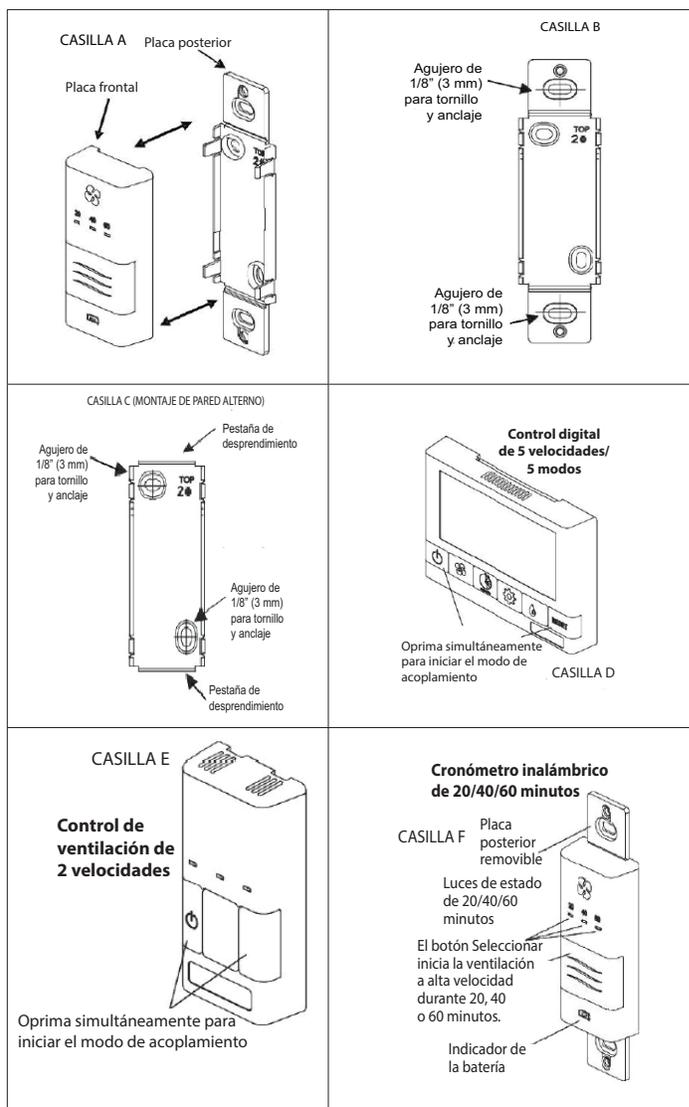

Figura 35. Instalación del cronómetro inalámbrico
2. Acoplamiento del **cronómetro inalámbrico de 20/40/60 minutos con el control digital de 5 velocidades / 5 modos:** Oprima los botones izquierdo y derecho simultáneamente en el control de pared principal (los botones  y REINICIALIZAR). La pantalla quedará en blanco y el símbolo inalámbrico  aparece parpadeante en la esquina inferior derecha de la pantalla. Esto indica que el control principal ahora está en modo de acoplamiento (Figura 35, Casilla D).
3. Acoplamiento del **cronómetro inalámbrico de 20/40/60 minutos con el control del deshumidificador/ventilación de montaje de pared:** Oprima los botones izquierdo y derecho simultáneamente en el control de pared principal  y ya sea el botón  o , dependiendo del control principal. La hilera inferior de tres LED comenzará a parpadear. Esto indica que el control principal ahora está en modo de acoplamiento (Figura 35, Casilla E).
1. Separe con fuerza la placa frontal de la placa trasera (Figura 35, Casilla A).
2. Para montar el control sin una placa decorativa, desprenda las pestañas superior e inferior y consulte la Figura 35, Casilla C para el montaje.
3. Coloque la placa trasera del control en la ubicación deseada en la pared y marque con un lápiz los agujeros superior e inferior para los tornillos (Figura 35, Casilla B o C). Taladre dos agujeros de 1/8" (3 mm).
4. Instale la placa trasera en la pared con los dos tornillos y anclajes suministrados. 5. Conecte la placa frontal a la placa trasera (Figura 35, Casilla A).